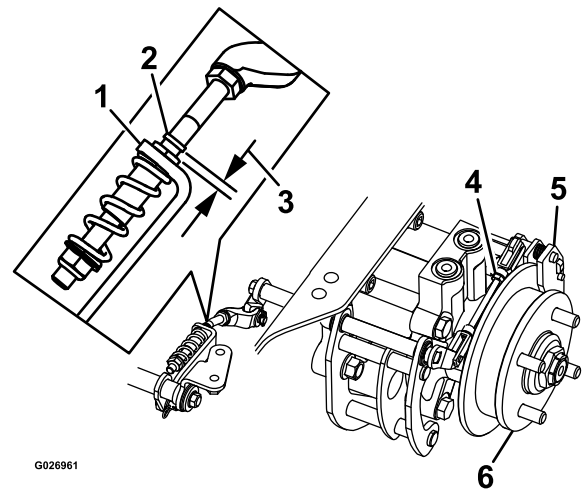

Figura 79
7. Compruebe si hay un espacio visible entre la escuadra y el tope del acoplamiento (Figura 79).